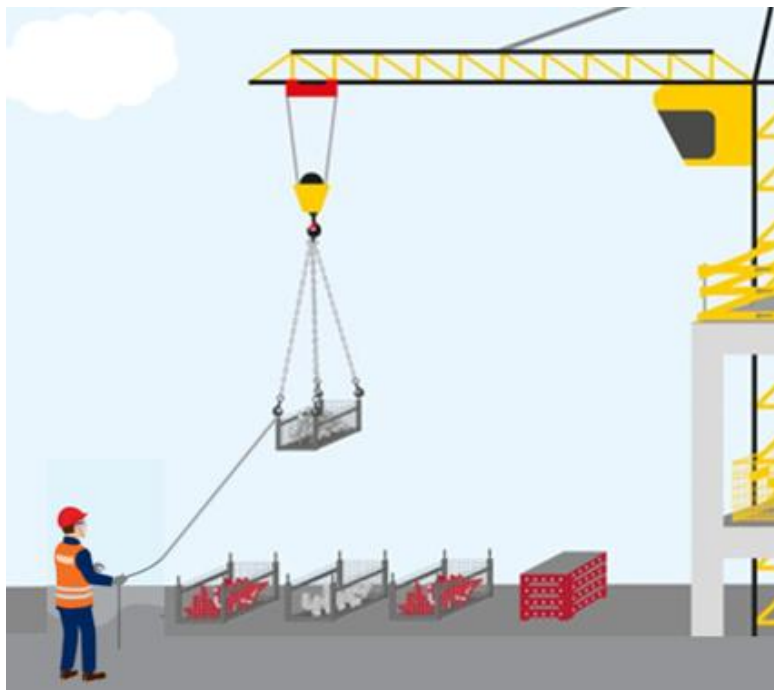

Rysunek 1 Stanowisko do rozładunku pojazdów
9. Pracowników należy wyposażać w odzież roboczą i kamizelki ostrzegawcze lub odzież ochronną spełniającą wymagania dla 2 klasy odblaskowości, obuwie ochronne oraz środki ochrony indywidualnej - **ŚOI (15)** tj. hełm ochronny z paskiem podbródkowym, okulary ochronne spełniające wymagania dla 1 klasy optycznej. Wyposażenie osobiste musi być zgodne ze **Standardami 18.5. Odzież i obuwie** oraz **18.4. ŚOI - sprzęt i ochrony indywidualne**.
10. Pracowników stosujących w trakcie robót substancje i mieszaniny chemiczne (tj. mieszanki betonowe, środki antyadhezyjne, antykorozyjne) należy także wyposażać w inne **ŚOI (15)**, wskazane przez producentów w kartach charakterystyki (KCh). Wymagania, jakie należy spełnić w celu zapewnienia bezpieczeństwa podczas stosowania substancji chemicznych i ich mieszanin, zawarte są w **Standardzie 7.1 Substancje chemiczne i ich mieszaniny**.
13. Dobrą praktyką jest wyposażenie stanowiska rozładunku pojazdów w rampę rozładunkową i/lub system asekuracji, który służy do zabezpieczenia przed upadkiem pracowników podczas poruszania się po naczepie (rys. 1).